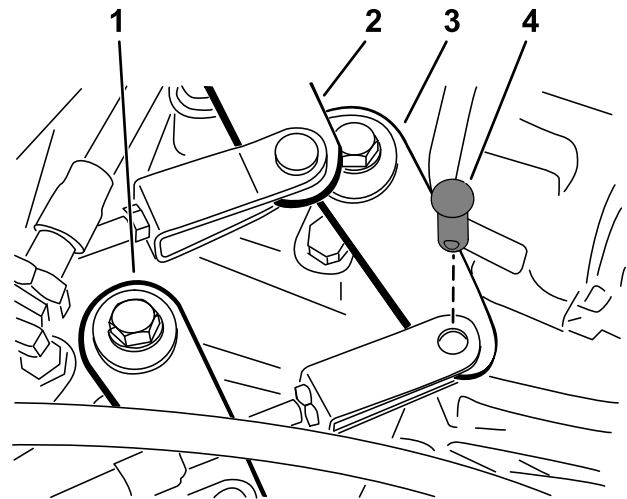

Figura 42
- Retire los pasadores de horquilla que fijan los cables del cambio de marchas a los brazos de cambio del transeje (Figura 42).
1. Retire el pasador de horquilla que sujeta el cable de la palanca de cambio de intervalo al transeje (Figura 42).